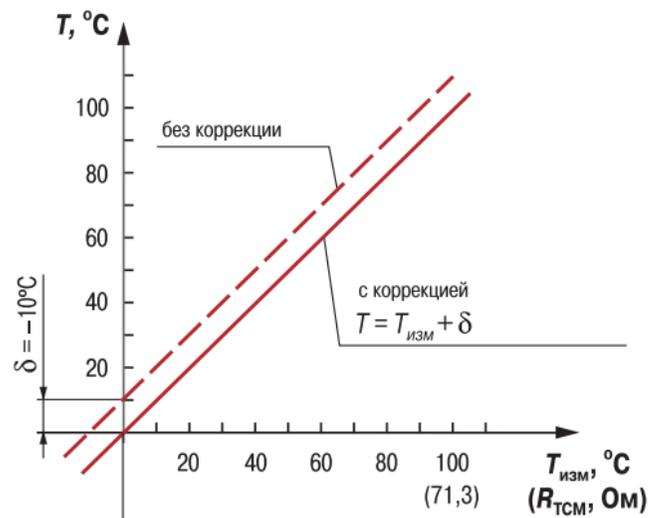

Рис. 2
3.1.4.3.2. Для компенсации погрешностей $\Delta R = R_0 - R_{0,ТСМ}$, вносимых сопротивлением подводящих проводов $R_{ТСМ}$, к каждому измеренному значению параметра $T_{изм}$ прибавляется заданное пользователем значение δ . На **рис. 2** приведен пример сдвига характеристики для датчика TCM50M, $W_{100} = 1,426$.